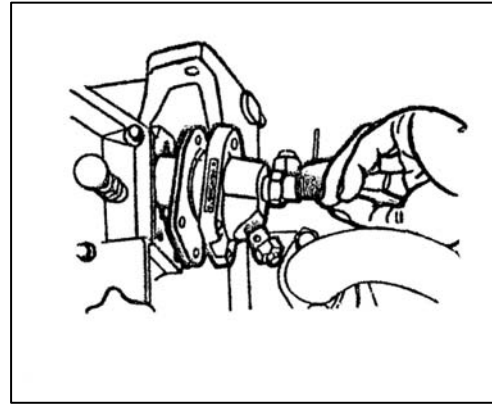

Рис. 11
(2) Открутите три болта, фиксирующие выпрыскивающий насос, и снимите насос. После этого отрегулируйте впрыск топлива, увеличив количество регулировочных шайб. Обычно, добавление или снятие одной регулировочной шайбы толщиной 0,1 мм приводит к опережению или задержке впрыска на 1° (Рис. 11).